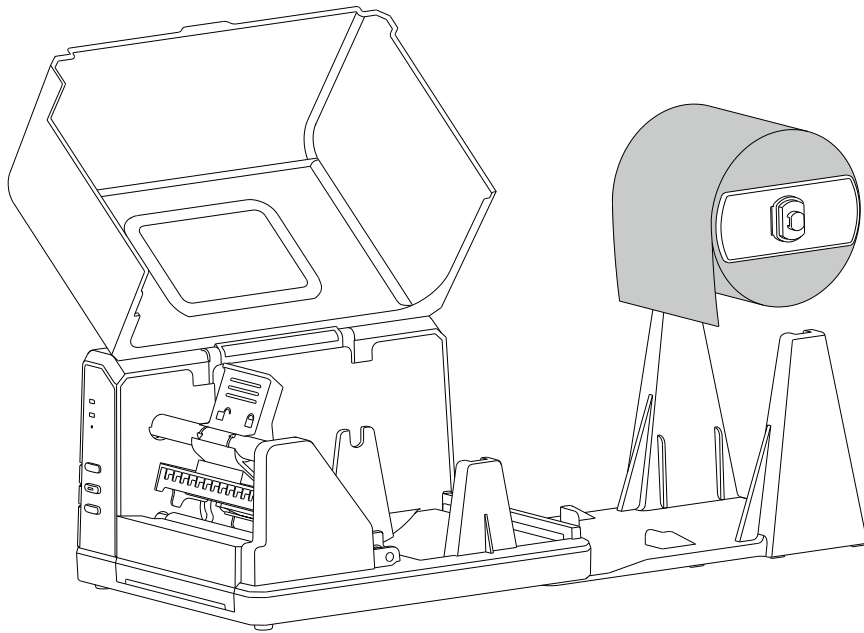

图 2-12
4. 将纸卷轴连同纸卷一起放入纸架，按纸卷轴上的刻度将纸卷放置在中间位置，并将两个挡板靠紧纸卷。如图 2-12 所示。